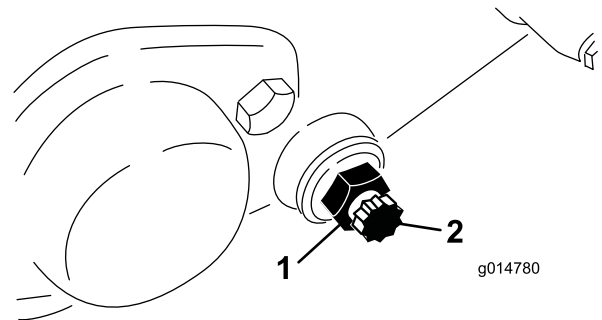

Bild 59
4. Nehmen Sie jede Schraube des Untermesserträgers ab, damit der Untermesserträger nach unten gezogen und von der Maschine entfernt werden kann. Bewahren Sie die beiden Nylon- und die beiden Scheiben aus gestanzten Stahl an jedem Ende des Untermesserträgers auf (Bild 59).
3. Lösen Sie an jeder Seite der Maschine die Klemmmutter, mit der die Schraube des Untermesserträgers befestigt ist (Bild 59).